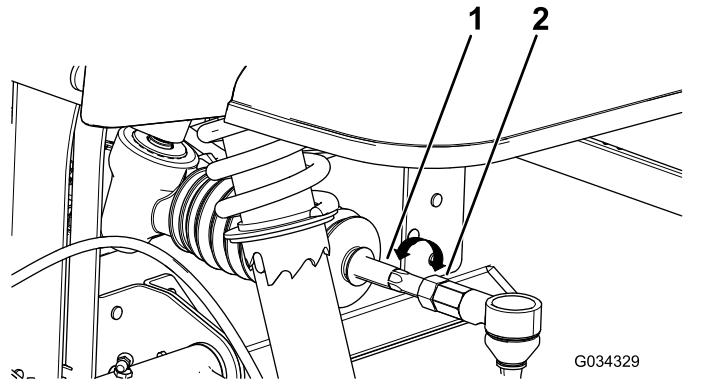

図 55
4. 前後の測定値の差が所定範囲 $0 \pm 3\text{mm}$ にならない場合は、タイロッドの外側端部にあるジャムナットをゆるめて調整を行う図 55。